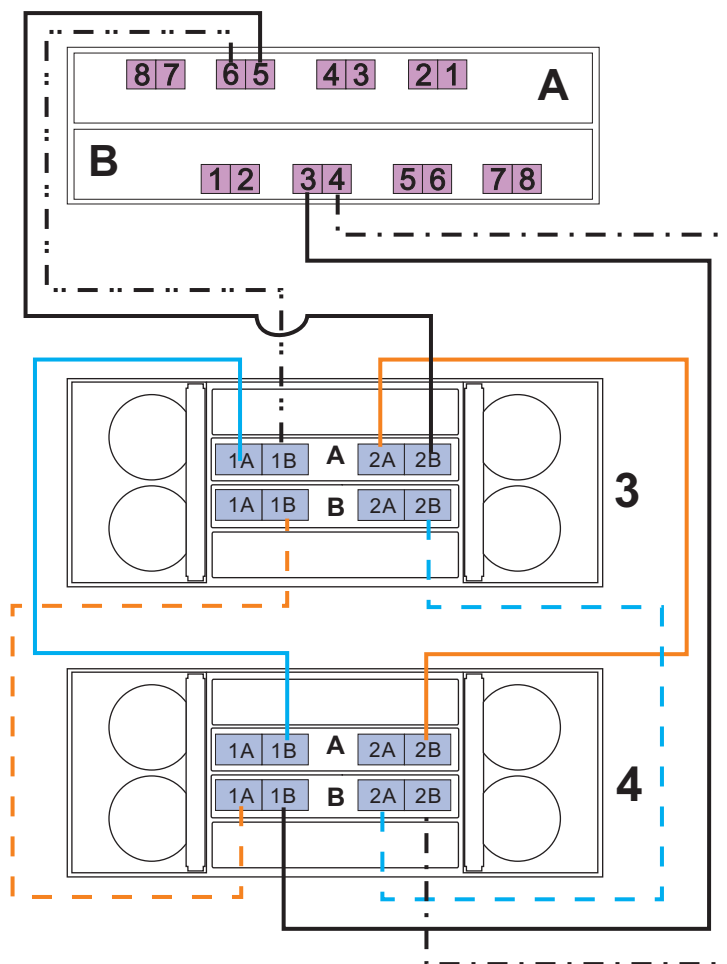

Figura 78. Cabeamento para Oito EXP5060s, Gabinetes de Expansão de Armazenamento 3 e 4 com Entroncamento do Lado da Unidade
- Consulte Figura 78 na página 126 e Tabela 44 na página 127 para gabinetes de expansão de armazenamento 3 e 4